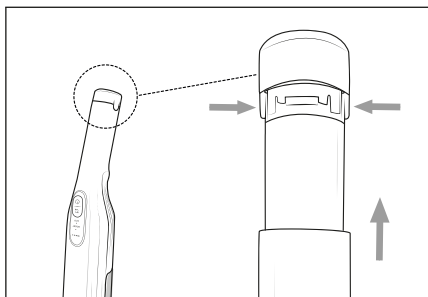

Fig. 10
- ◆ Per rimuovere la batteria 1 dall'apparecchio, tenere premuti i due tasti di sblocco della batteria 2 e sfilare la batteria 1 dall'apparecchio (vedere fig. 10).